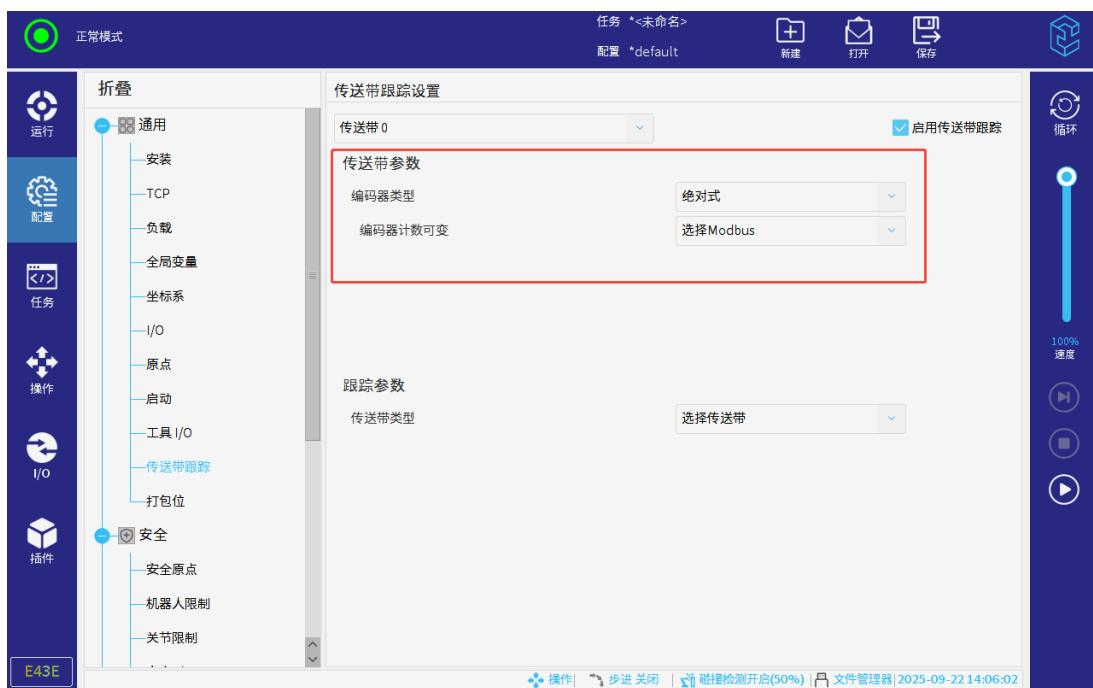

图 3-129: 配置传送带参数
4. 选择“编码器计数可变”为设置的“Modbus”，如图 3-129 所示。